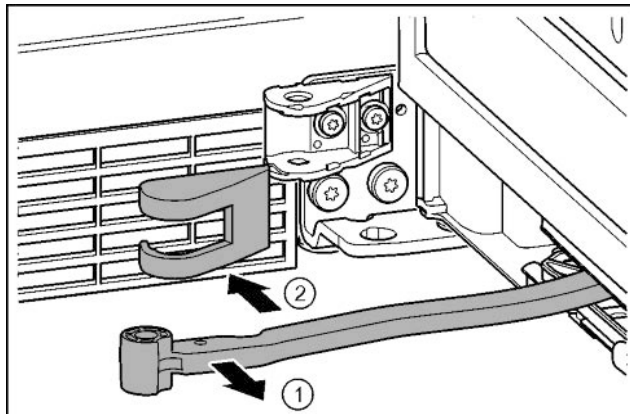

Fig. 17
- Повернуть шарнир в направлении двери. Fig. 17 (1)
- ▶ Снять крышку опорного кронштейна. Fig. 17 (2)